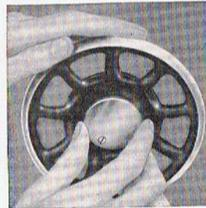

Abb. 7
Spule, ohne daß man die Näharbeit fortnehmen und den Faden aus der Maschine herausnehmen muß. Das Schwungrad wird ausgelöst, indem man es, wie in Abb. 7 veranschaulicht, mit der linken Hand festhält und die Friktionsschraube mit der rechten Hand so weit nach links, d. h. auf sich zu dreht, bis sich ein Widerstand bemerkbar macht.
**Das Treten der Maschine.** Nach Auslösung des Schwungrades setze man die Füße auf den Tritt des Maschinengestelles, drehe mit der rechten Hand das Schwungrad auf sich zu und versuche gleichzeitig, durch abwechselndes Niederdrücken von Ferse und Fußspitze einen gleichmäßigen Gang des Treibrades zu erzielen. Sobald man mit dem Bewegen des Trittes gründlich vertraut ist und die Maschine wieder in Gang setzen kann, ohne daß sich das Schwungrad in verkehrter Richtung dreht, wird die Auslösevorrichtung (Abb. 7) durch Drehen der Friktionsschraube nach rechts wieder festgesetzt und die Maschine derart zum Nähen vorbereitet. Man lege ein Stück Stoff unter den Presserfuß, lasse diesen auf den Stoff herunter und arbeite in dieser Weise mit der uneingefädelten Maschine, bis man das Führen des Stoffes erlernt hat.